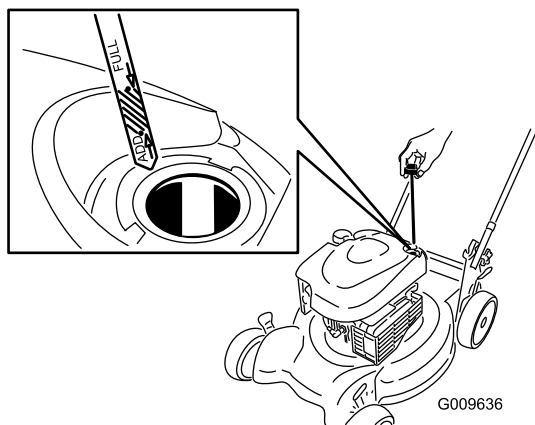

Figura 18
2. Retire la varilla (Figura 18).
- Vierta **lentamente** aceite en el tubo de llenado hasta que el nivel llegue a la marca "**Full**" (lleno) de la varilla (Figura 18). **No llene demasiado.** (Capacidad máxima: 0,59 l (20 onzas), tipo: SAE 30, aceite detergente con clasificación de servicio API SF, SG, SH, SJ, SL o superior.)